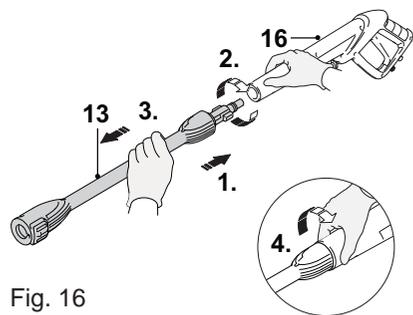
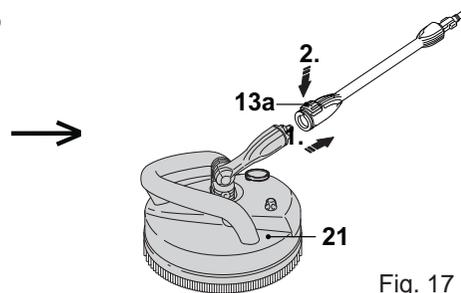

Fig. 16
Fig. 17
1. La brosse à patio (21) doit toujours être montée sur la lance d'extension fixe (13) (Fig. 17). Appuyez sur le bouton de déverrouillage (13a) et fixez la brosse à patio (21) sur la lance d'extension fixe (13). Lâchez le bouton (13a) pour verrouiller la brosse en place (Fig. 16). Vérifiez que la brosse (21) est bien accrochée en tirant dessus. Elle ne doit pas pouvoir se détacher.